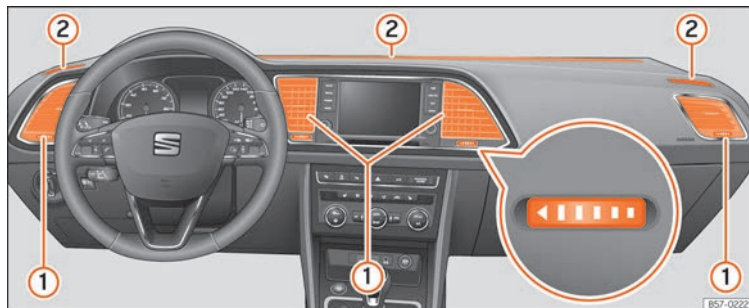

Fig. 185 En el tablero de instrumentos: difusores de aire.
Para garantizar la calefacción, refrigeración y ventilación dentro del habitáculo, los difusores de aire » fig. 185 ① deberían permanecer abiertos.